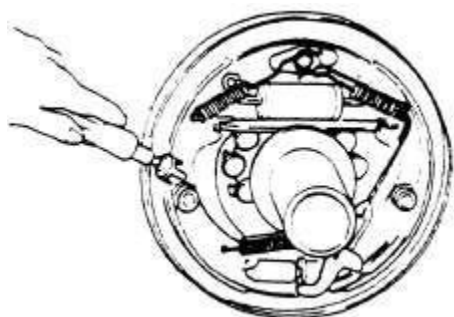

Рис. 9-19
(3) Снять прижимную пружину основной тормозной колодки (Рис. 9-19).